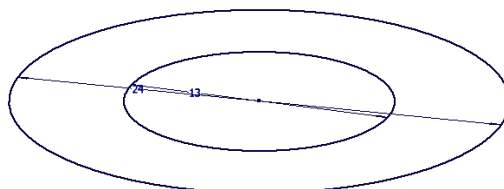

Рис. 3.35. Эскиз для шайбы
1. Установите режим построения эскиза и постройте две концентрические окружности диаметрами 13 и 24 мм. Нажмите кнопку «Принять эскиз» ✓ (рис. 3.35).